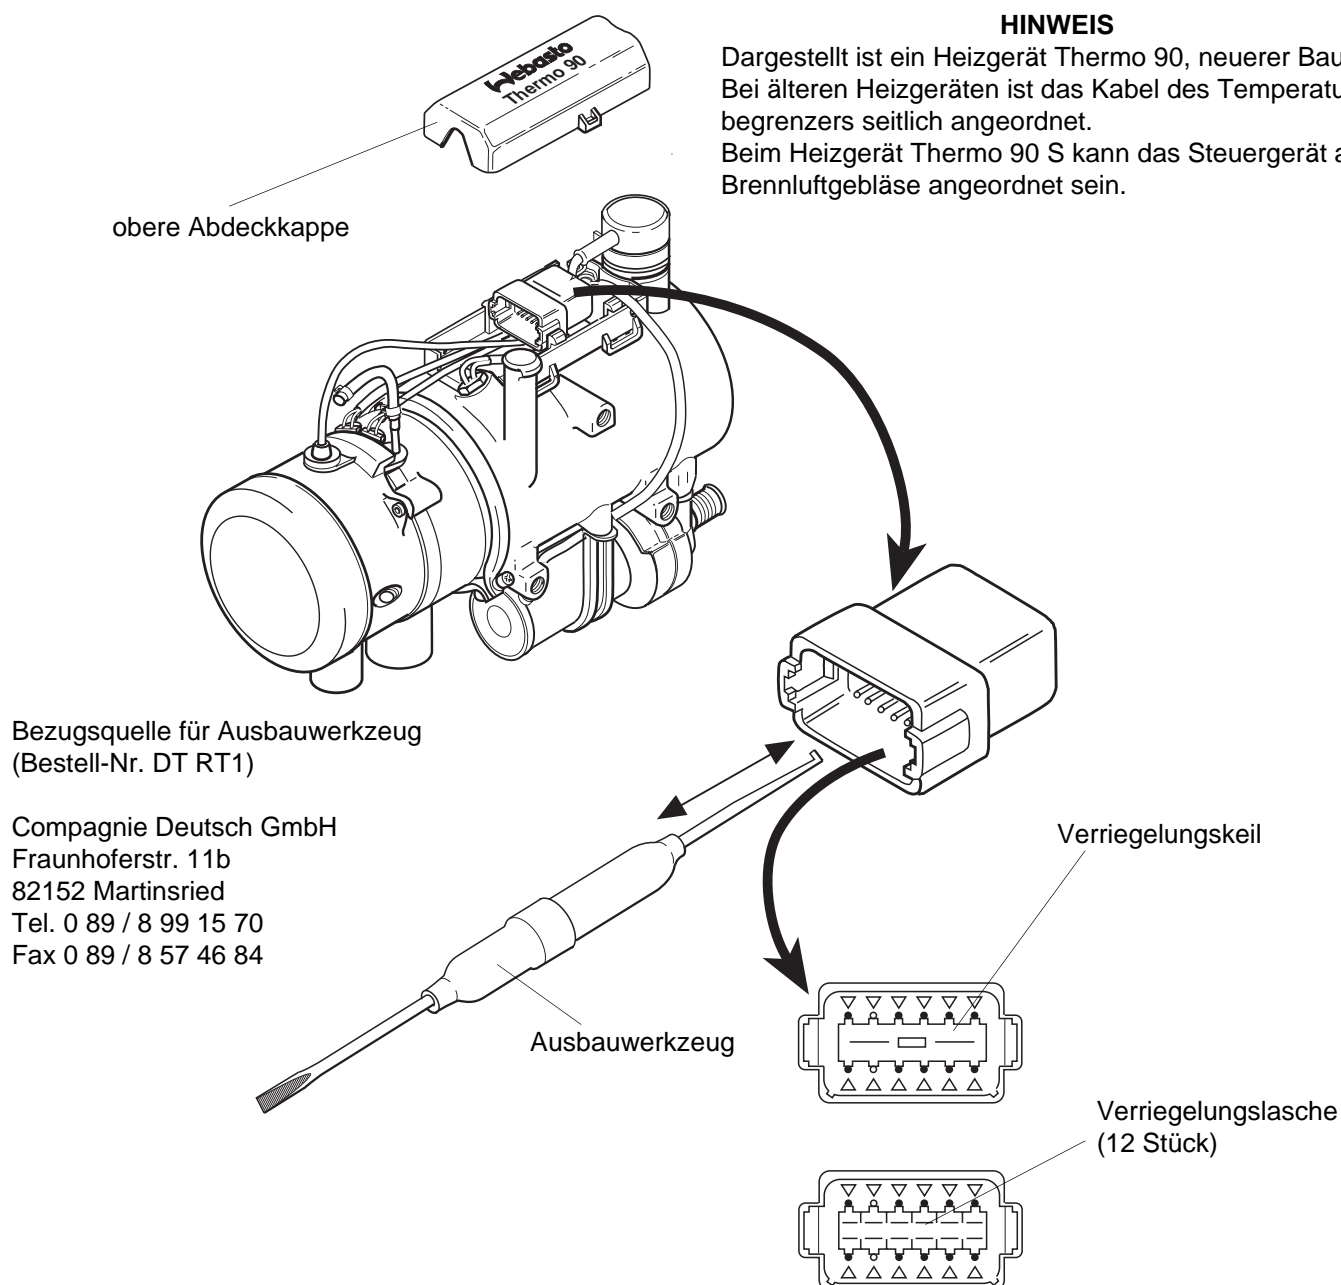

Abb. 901 Elektrische Verbindungen
9.2.1 Elektrische Verbindungen (Abb. 901)